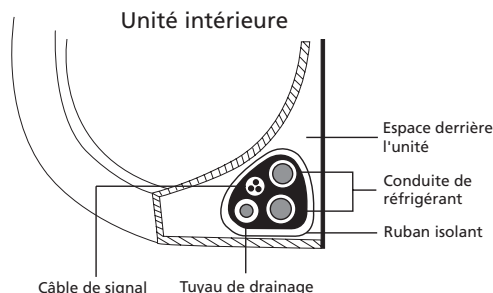

Fig. 3.12
1. Réunissez le tuyau d'évacuation, le tuyau de réfrigérant et le câble de signal comme illustré sur la **Fig. 3.12**.
3. À l'aide d'un ruban isolant, enveloppez fermement ensemble le câble de signal, la tuyauterie de réfrigérant et le tuyau d'évacuation. Revérifiez que tous les éléments sont bien réunis conformément à la **Fig. 3.12**.